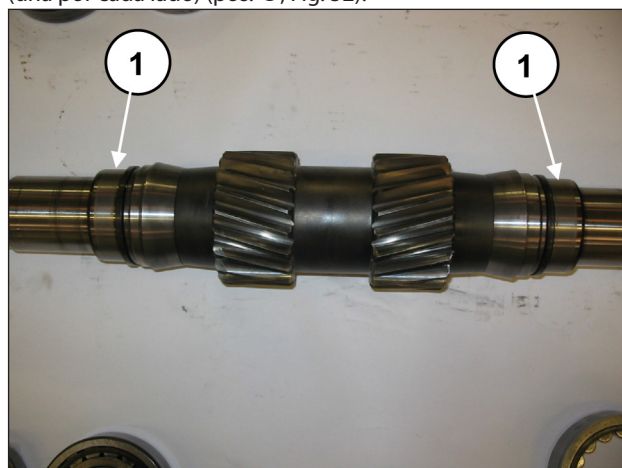

Fig. 52
Premontar el eje PTO: introducir en el eje PTO las 2 anillas internas de los cojinetes (una por cada lado) (pos. ①, Fig. 52).